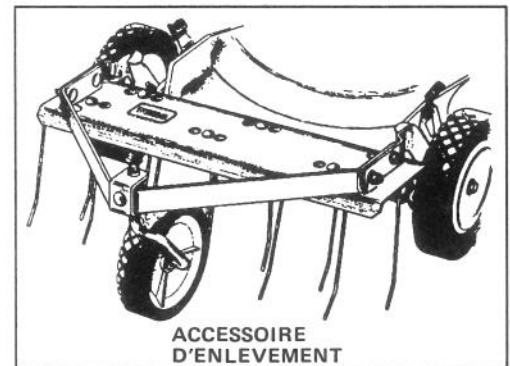

Figure 33
2. Kit de déchaumeuse, modèle N° 59131—Se monte en quelques minutes. Se fixe à l'avant pour permettre une bonne manœuvrabilité. Les fourchons à ressort soulèvent le chaume qui est alors aisément aspiré dans le sac à herbe (Fig. 33) et peut être jeté facilement.